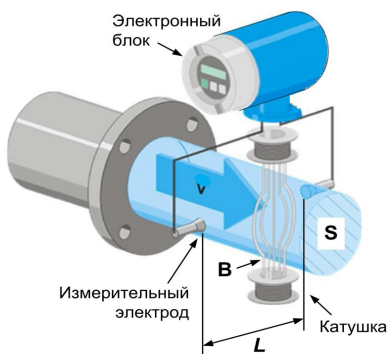

Рисунок 3.1 – Пояснение работы электромагнитного сенсора (расстояние между концами измерительных электродов соответствует диаметру трубы:
3.2.2 Работа сенсора расходомера основана на законе электромагнитной индукции Фарадея, согласно которому в проводнике, движущемся в магнитном поле, наводится ЭДС. Роль движущегося проводника в проточной части сенсора выполняет электропроводящая жидкость, магнитное поле создается катушками, а ЭДС снимается с измерительных электродов. Измеряемая ЭДС пропорциональна средней скорости (v) потока в трубопроводе, а при известном сечении – объемному расходу, рисунок 3.1.